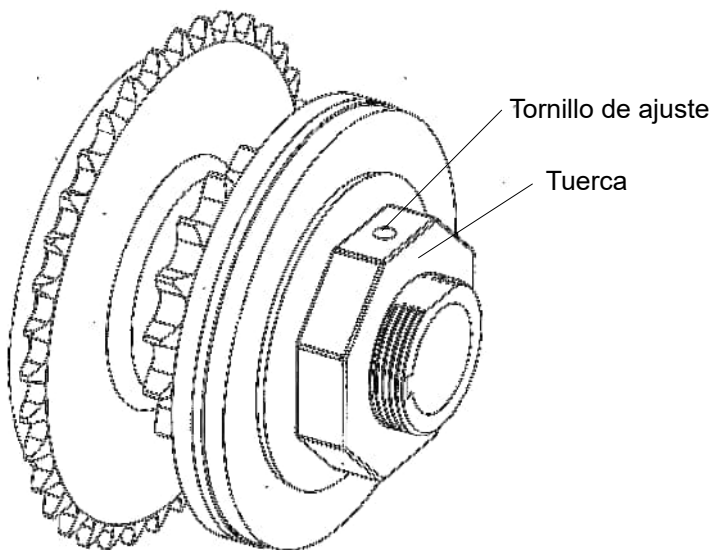

Figura 46 - Ajuste del embrague
1. Aflojar el tornillo de ajuste, consultar la Figura 46.